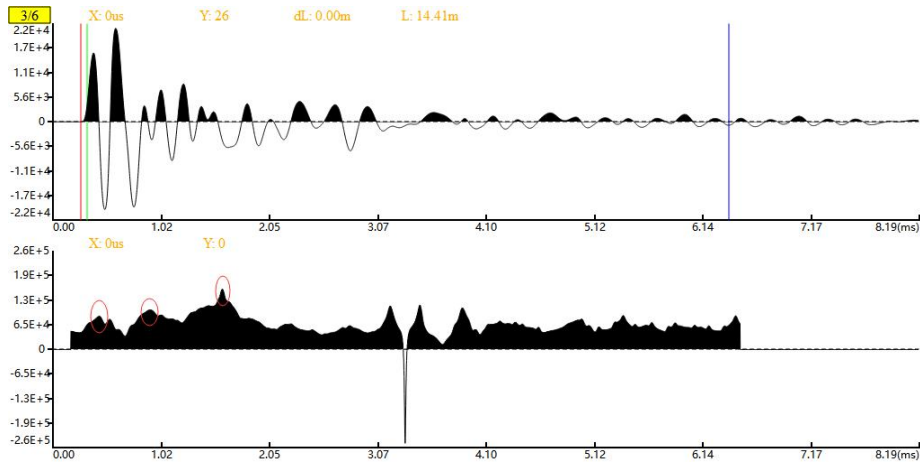

图 3-17 EMD 分析
- EMD 分析：在点击 EMD 选项图标以后在原波形上会分别出现出现红色、绿色和蓝色的标注，这 3 个标注分别定位的是立柱的杆头、自由端与立柱段临界点和杆底的位置，如图 3-17 所示。在操作过程中这些标注可以用作参考来方便对整个杆体进行分析，关注 EMD 后波形的尖峰点（图中红色框圈起位置），该处可能对应缺陷位置。快捷键为 **[E]**。